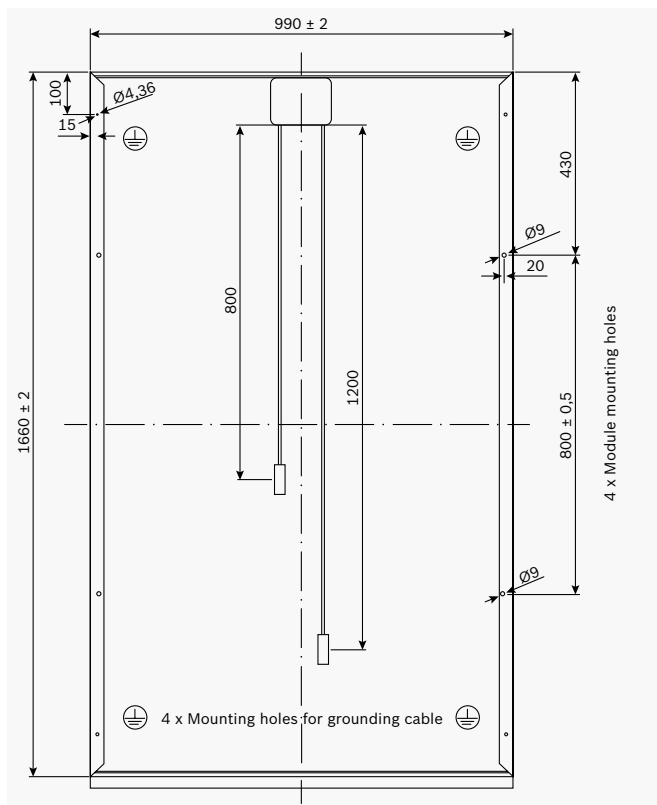

Figure 3 : arrière c-Si M60 et M60 S, fabricants 14 et 17
- ▶ Positionner les alésages de montage selon les **figures 3 à 6**.
- ▶ Position des alésages de mise à la terre selon les **figures 3 à 6**.